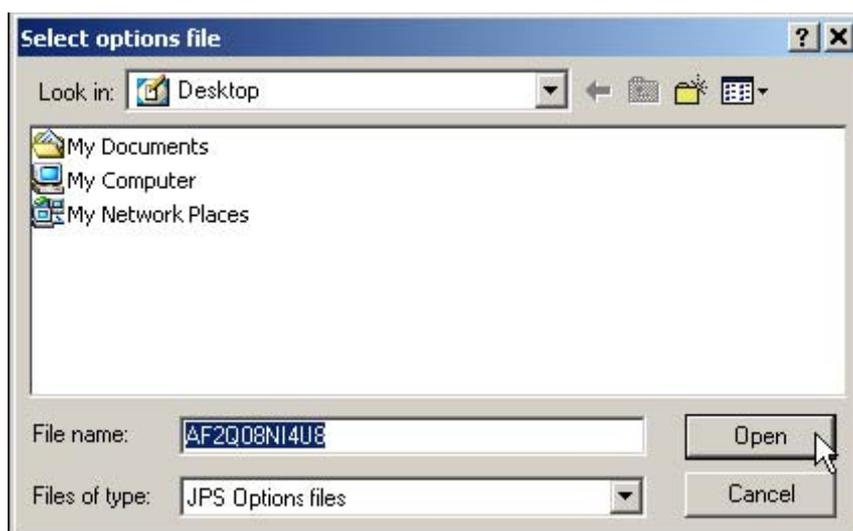

Рисунок 4-9. Загрузка OAF
4. Выберите каталог, где находится новый файл авторизации опций OAF. Эти файлы имеют расширения .jro или .tro и уникальны для каждого приемника (см. рисунок 4-9).
5. Выберите соответствующий файл и щелкните на кнопке *Open (Открыть)* (см. рисунок 4-9). Новые опции приемника будут загружены в приемник, и таблица в диалоговом окне **Option Manager** обновится.